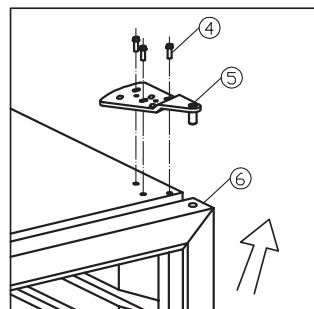
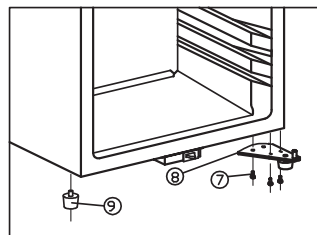

fig. 7.2
fig. 7.3
- Medan du stöttar upp dörren lossar och tar du bort de övre gångjärnen och lyfter av dörren. Se fig. 7.2
- Montera av det nedre gångjärnet (8)
- Montera av den höga foten (9) på vänster sida och montera fast den på motsatt sida. Se fig. 7.3